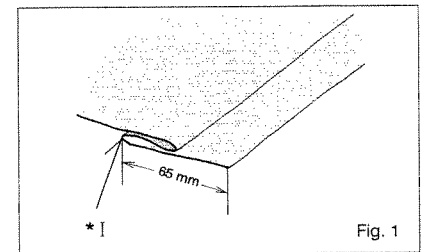

Fig. 1
1. Turn up the hem to the required depth and press. Fold the hem back against the 'right' side of the garment, creating a 'soft' fold on the 'wrong' side of the fabric - see Fig. 1.
Con el reverso del material hacia arriba hacer cuidadosamente el primer pliegue trayendo el resto del material de la izquierda para hacer un segundo pliegue o doblado en la parte superior cerca del borde del material (Ver Fig. 1).